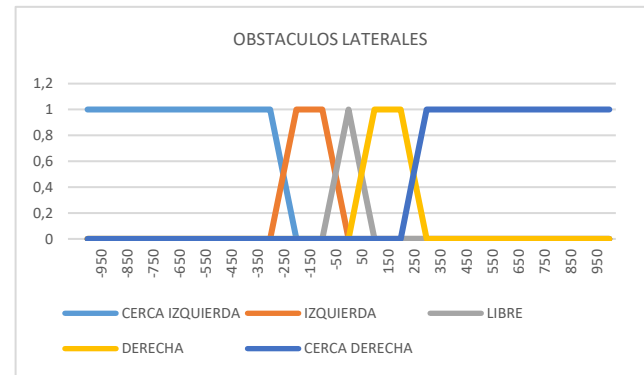

Figura 4. conjuntos difusos obstáculos laterales
**Obstáculos laterales:** Esta variable aporta la posibilidad óptima para que el asistente realice el giro, los sensores s0, s1, s2 aportan las mediciones del lado derecho, s15, s14, s13 aportan las del lado izquierdo, la diferencia entre estas dos aporta el lado con menos obstáculos para poder girar. Los conjuntos difusos se representan en la figura 4 y está definido por  $x3 = \max(s0, s1, s2) - \max(s13, s14, s15)$